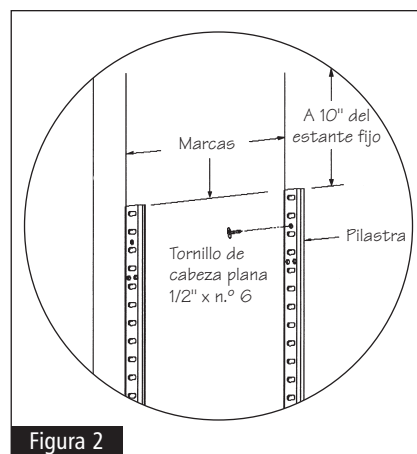

Figura 2
- 3** Coloque la pilastra en el gabinete de modo que el borde posterior quede parejo con las líneas que marcó en el paso 1 y que la parte superior quede pareja con las líneas que marcó en el paso 2. Vea la figura 2.